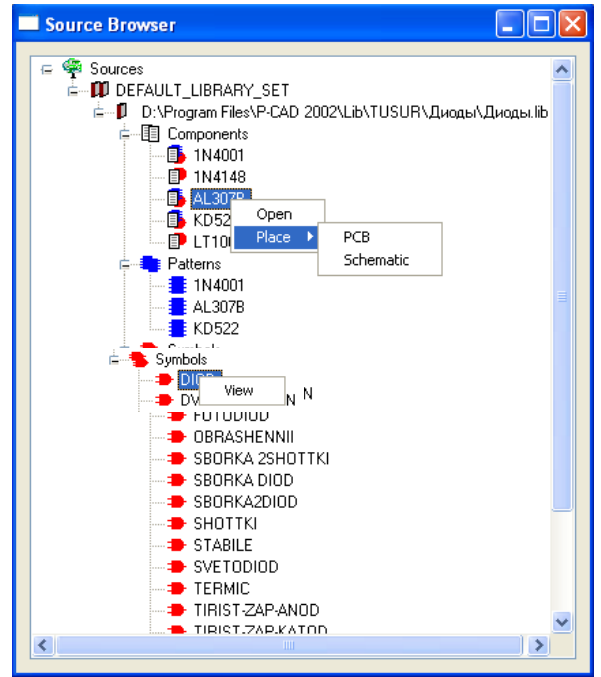

Рис. 3.8 - Просмотр состава библиотеки
- Последовательно щелкая ЛК мыши по знаку «+», расположенному слева от имени каждого раздела, раскройте их (см. рис. 3.8).
Щелкните правой кнопкой мыши по имени какого-либо компонента. В открывшемся меню выберите команду **Place** (поместить). По этой команде можно расположить выбранный компонент либо на схему, либо на печатную плату (см. *рис. 3.8*). По команде **Open** открывается окно с информацией о компоненте. Для корпусов и символов доступны только команды просмотра графики **View** (*рис. 3.8*).